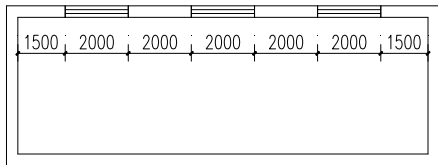

图 8-23 打开更改文字素材
**01** 按 Ctrl+O 组合键，打开配套光盘提供的“第 8 章/8.3.8 更改文字.dwg”素材文件，结果如图 8-23 所示。